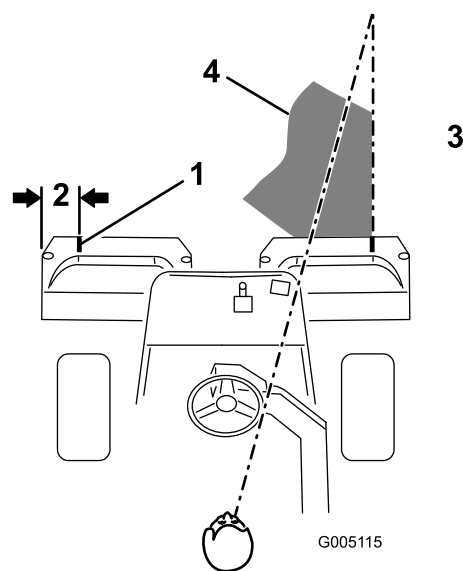
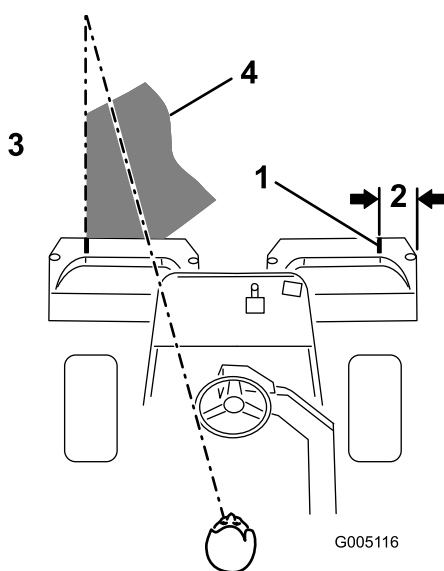

Figura 30
Figura 31
2. Applicare una striscia adesiva bianca, oppure tracciate una linea con della vernice bianca, su ciascun cestello, parallela al bordo esterno del cestello stesso (Figura 30).
3. Durante le passate di ritorno sovrapponetevi uno spazio minimo alla falciatura precedente. Per tosare in linea retta il green e mantenere la macchina alla medesima distanza dal bordo della falciatura precedente, immaginate una linea compresa tra 1,8 e 3 m circa davanti alla macchina e fino al bordo della sezione di green da tosare (Figura 30 e Figura 31). Potrebbe essere utile includere nella linea di collimazione il bordo esterno del volante, vale a dire, tenere allineato il bordo del volante con un punto che si trovi sempre alla stessa distanza dalla parte anteriore della macchina (Figura 30 e Figura 31).